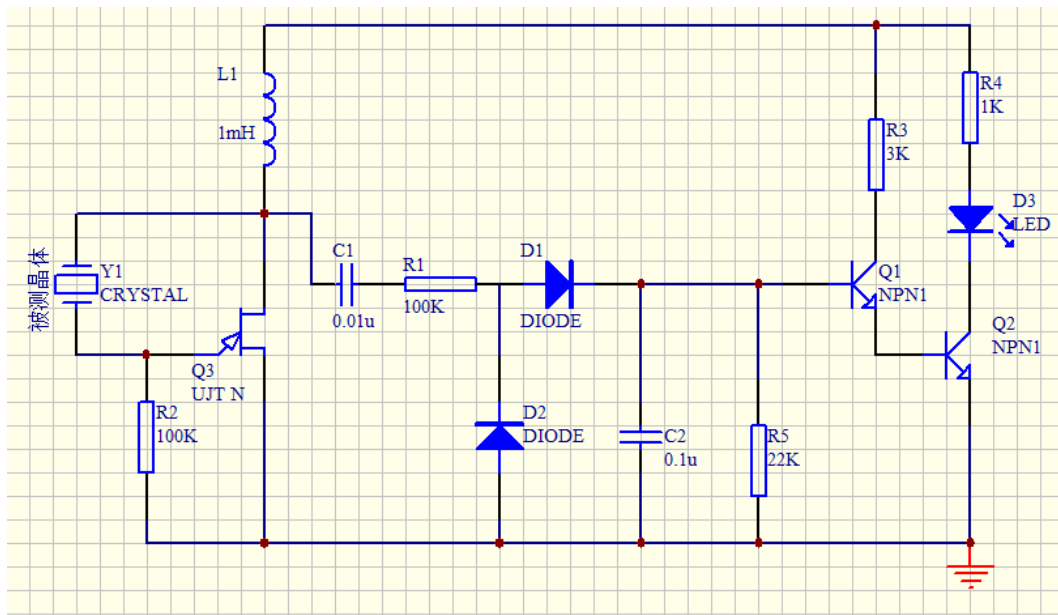

图 3-4
- 3、完成一条导线绘制后，仍然处于绘制导线的命令状态。重复上述操作，可以继续绘制其他的导线，绘制完所有导线的结果如图 3-4 所示。